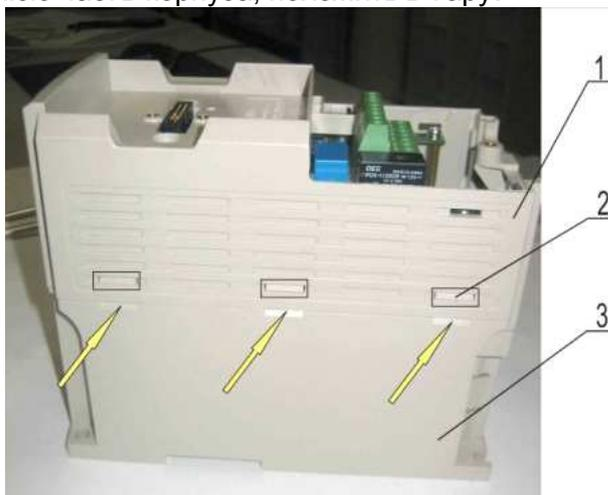

Рис. 6.3
6.2.4. Отжать поочерёдно фиксаторы 2 в отверстиях, расположенных с двух сторон верхней части корпуса 1 (рис. 6.3).